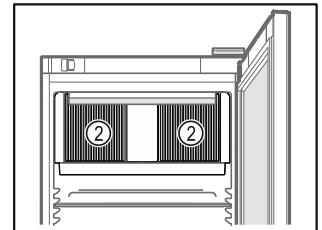

Fig. 62
- Odstąpić szczeliny wentylacyjne Fig. 62 (2) dmuchawy wewnątrz urządzenia.